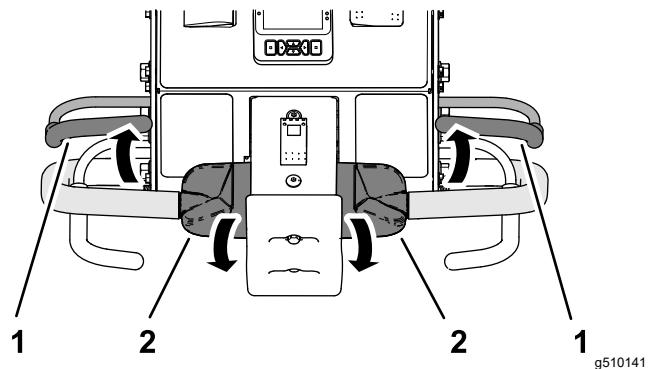

図 34
3. 走行コントロールを保持したまま、オペレータベールを解除する図 34。